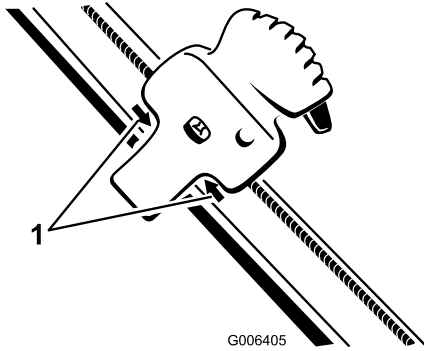

Bild 39
- Positionieren Sie das Quick Shoot Bedienelement zwischen den zwei Pfeilen an der rechten Seite des oberen Griffs (Bild 39).